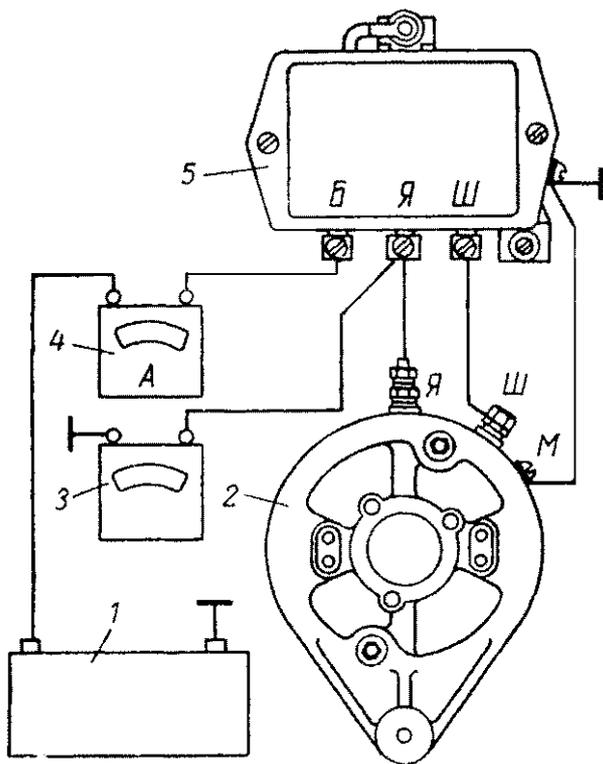

Рис. 182 Схема включения приборов для проверки реле обратного тока:
**Проверка реле обратного тока.** Отъединить провод от зажима *Б* реле-регулятора и между концом этого провода и зажимом *Б* включить амперметр 4 (рис. 182). Вольтметр 3 включить между зажимом *Я* реле-регулятора и массой.